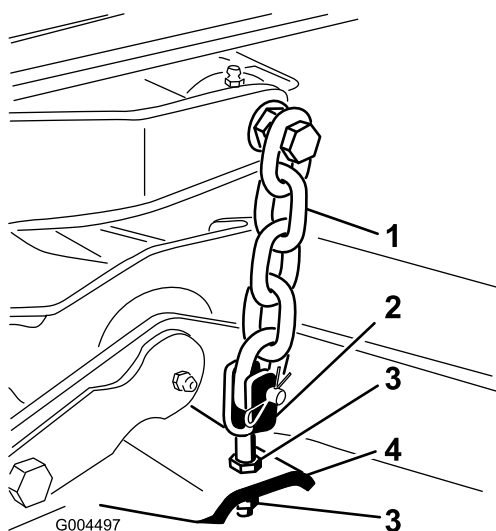

Bild 24
8. Stellen Sie die Klemmmuttern ein, mit denen die Mähwerksgabeln bzw. -ketten am Mähwerk befestigt sind, bis das Mähwerk nivelliert ist (Bild 24).
7. **Bild 24** Stellen Sie die Klemmmuttern ein, mit denen die hinteren Mähwerkjoche bzw. -ketten befestigt sind, um das Heck des Mähwerks anzuheben, sodass die Messerneigung auf 8 mm eingestellt ist.